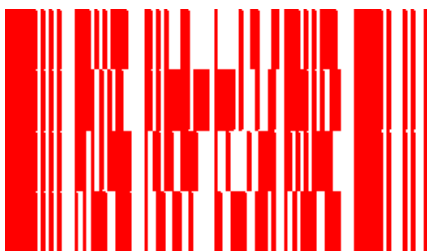
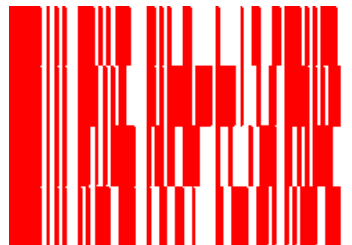

图 4-27 PDF417 条码
图 4-28 压缩 PDF417 条码
PDF 是取英文 Portable Data File 三个单词的首字母的缩写，意为“便携数据文件”。图 4-27 是 PDF417 码的示例，图 4-28 是压缩 PDF417 码的示例。
**行列：**指 PDF417 条码的行数和列数。如图 4-27 所示的条码为 4 行 4 列。